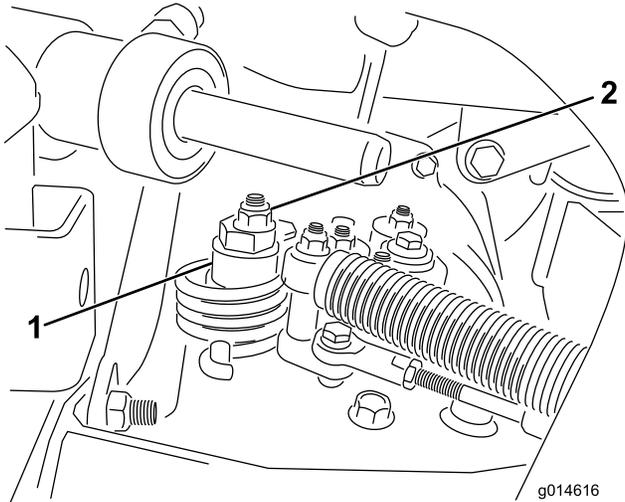

图53
- A. 松开将偏心螺栓固定到静液压泵顶部的螺母（图53）。
- C. 旋转偏心螺栓，直到不再出现任何方向的缓慢前移。当轮子停止旋转时，旋紧螺母，锁定偏心螺栓和调整（图53）。将油门移至“慢速”和“快速”位置，验证调节情况。